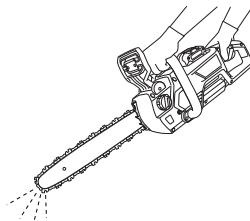

图 20
① 在按锁定按钮的同时按开关。
② 一旦锯链开始转动，即朝锯链方向将链条制动器朝前推。
③ 如果锯链停止，则链条制动器按其应有功能运行。若要松开制动器，请松开开关并拉回链条制动器。
6. 检查链油释放（图 20）
在按住锁定按钮的同时开关啮合时，锯链转动。（第 22 页的图 20）